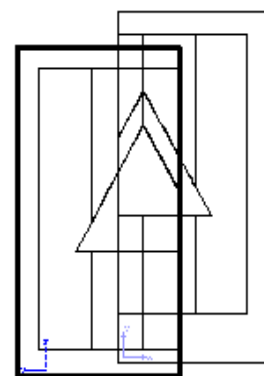

Рис.5.24
- c) ввести опцию **Горизонтальное (H)or**;
- d) далее, если рамка видового экрана главного вида не выделена (левая рамка видового экрана), щёлкнуть по ней указателем мыши (рис.5.24);